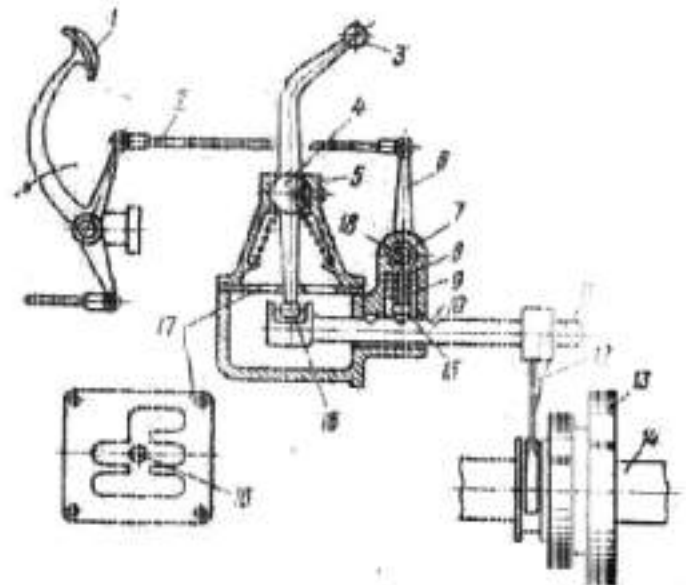

Рис.12.4.
3. Укажите позиции рис. 12.4., 12.5